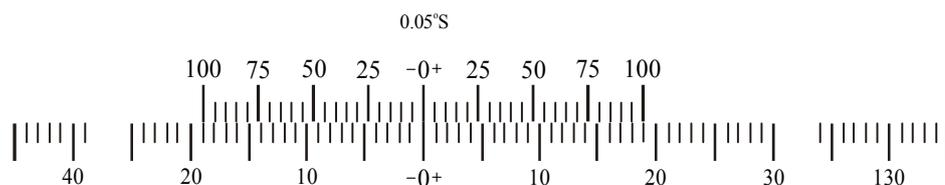

Рисунок 2
В сахариметре применена международная сахарная шкала. 100°S соответствуют $34,62^{\circ}$ угловым. Цена деления основной шкалы 1°S , цена деления нониуса $0,05^{\circ}\text{S}$. Установка нуля нониуса показана на рис. 2.
3. Проверить установку нуля. Для этого надо закрыть крышку кюветного отделения без установки в нём трубки с раствором. Уравнять яркость полей сравнения вращением ручки компенсатора, который находится под нижним окуляром. Нулевое деление нониуса должно совместиться с нулевым делением шкалы (см. рис. 2). Если нулевой отсчёт отличается от нуля не более чем на одно деление нониуса, нуль считается установленным правильно.